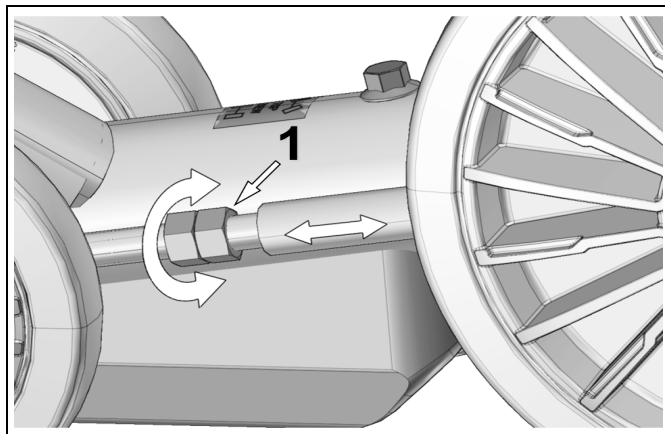

Figure 21
Desserrer le contre-écrou et tourner l'écrou d'ajustement (1) pour régler la tension de la chenille. Voir la Figure 21.